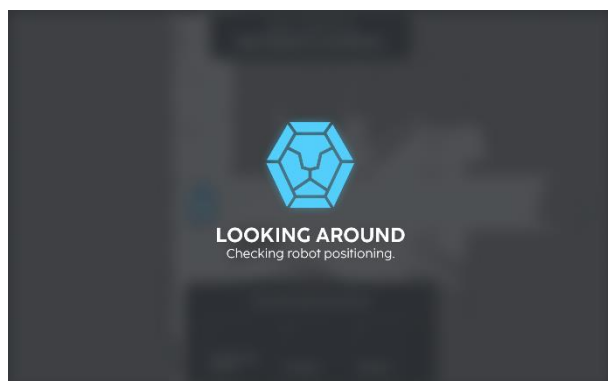

Fig. 4
3. Attendez que l'écran « LOOKING AROUND (OBSERVATION) » s'affiche (Fig 4).